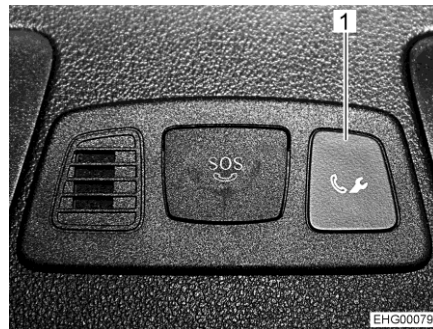
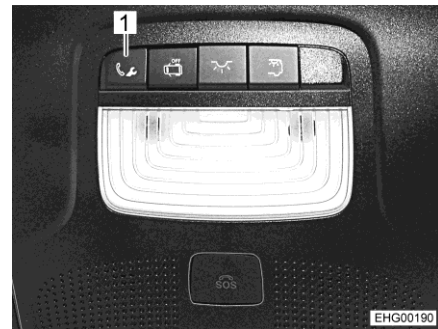

Fig. 10 Tecla para llamada en caso de avería (consola central)
Fig. 11 Tecla para llamada en caso de avería (consola del techo)
- Pulsar la tecla (Fig. 10,1 o bien Fig. 11,1) para llamada en caso de avería. Se inicia la llamada al centro de asistencia al cliente de Mercedes-Benz.